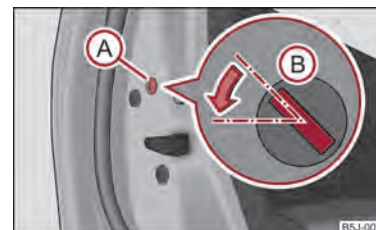

Fig. 14 Încuierea de urgență a ușii
- Îndepărtați capacul (A) ⇒ fig. 14.
- Introduceți cheia în fanta (B) și rotiți-o în sensul indicat de săgeată, în poziție orizontală (la portierele din dreapta executați operațiunile în oglindă).